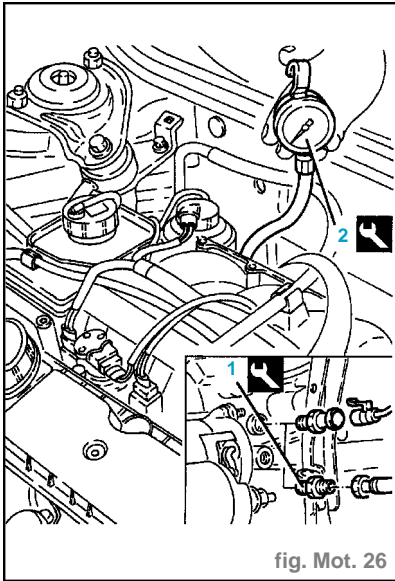

fig. Mot. 26
- Déposer le manocontact et monter à la place le raccord (1) et le manomètre (2) (fig. Mot. 26).